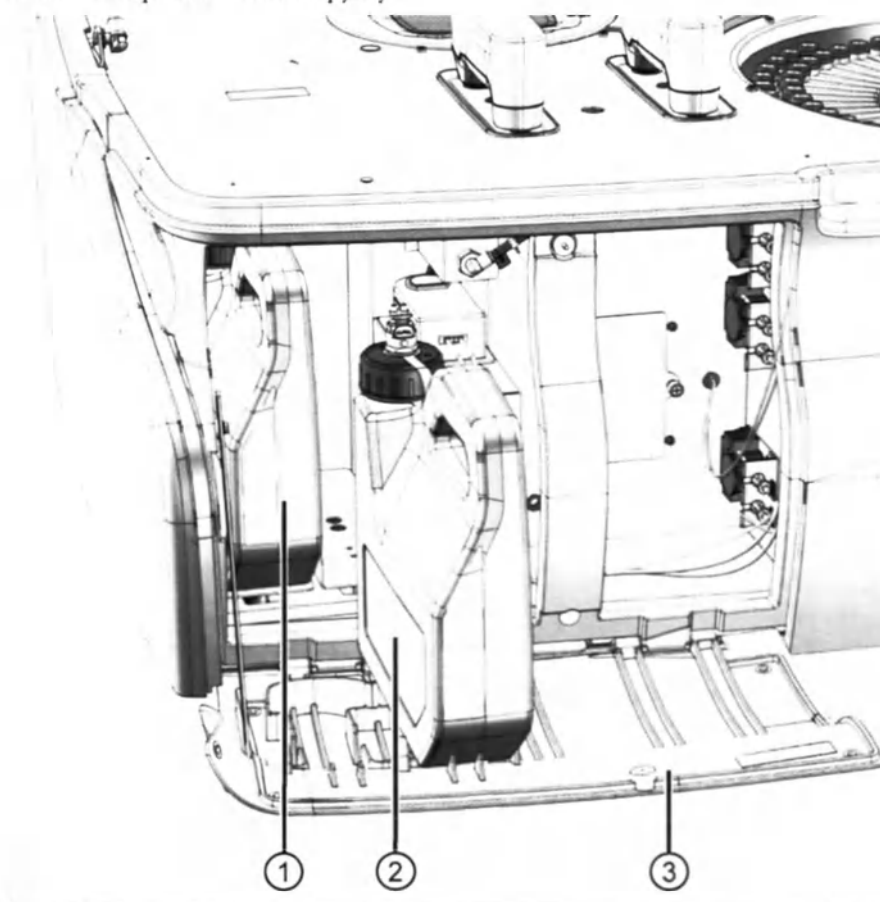

Рис. 6 Расположение бутылки отходов и промывочного раствора
При открытии передней крышки Вы увидите внутри две емкости. Слева будет емкость для опасных отходов (1), справа емкость для моющего раствора (2). См. Рис. 6.
Анализатор имеет два штуцера для подключения воды на задней панели. См. Рис. 6.